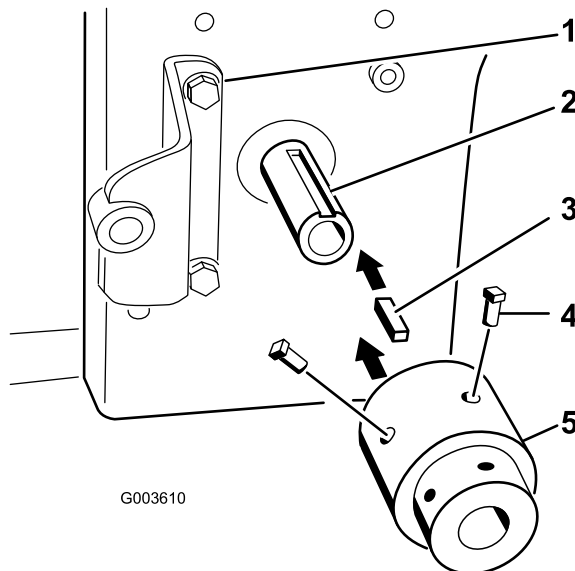

Figura 19
6. Instale la chaveta cuadrada (1/4 x 1 pulgada) en la ranura del eje de la TDF del motor (Figura 19).
7. Alinee el conjunto del cubo con la chaveta cuadrada e instálelo en el eje de la TDF (toma de fuerza) del motor (Figura 19).
8. Aplique Loctite® azul a los 2 tornillos de fijación (5/16 x 3/4 pulgada) e instálelos en el conjunto del cubo para fijarlo al eje de la TDF (Figura 19).